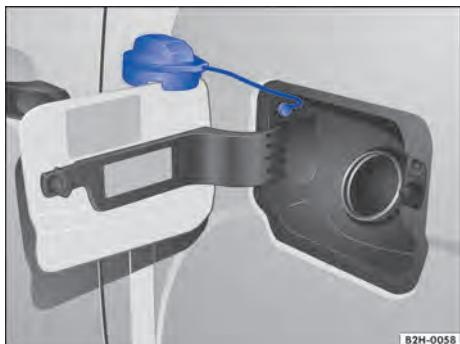

Fig. 135 No lado esquerdo do veículo: portinhola do tanque com tampa do tanque aberta.
- Girar a tampa do tanque no sentido anti-horário e encaixá-la na abertura prevista na portinhola do tanque → Fig. 135.
O tipo de combustível correto para o veículo está indicado na etiqueta adesiva na parte interna da portinhola do tanque → Fig. 135.